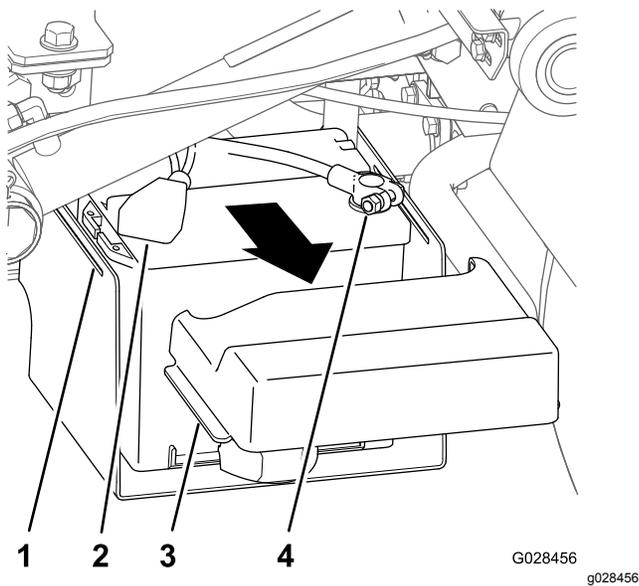

Рисунок 22
1. Сожмите с обеих сторон крышку аккумуляторной батареи, чтобы высвободить лапки из пазов в основании аккумуляторной батареи, и снимите крышку аккумуляторной батареи с основания (Рисунок 22).
2. Сдвиньте крышку назад и снимите клемму с минусового вывода аккумуляторной батареи (Рисунок 22).
3. Отсоедините клемму от плюсового вывода аккумуляторной батареи (Рисунок 22).